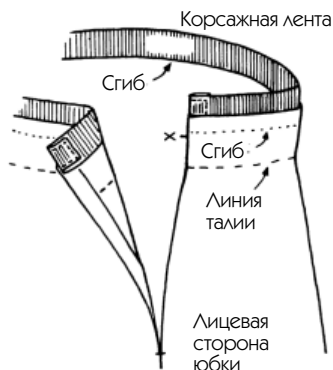

Рис. 333
Обратитесь к соответствующему разделу, начиная с рис. 269, и подготовьте ее закрепление, взяв во внимание то, что в данном случае она продолжится над талией на ширину пояса минус 0,5 см (точка X, рис. 333).
6. Закрепление жесткой корсажной ленты: положите юбку на лицевую сторону и поместите ленту вовнутрь, к предусмотренному подгибу в 1,5 см (рис. 333). Сколите ее от одного края до другого.